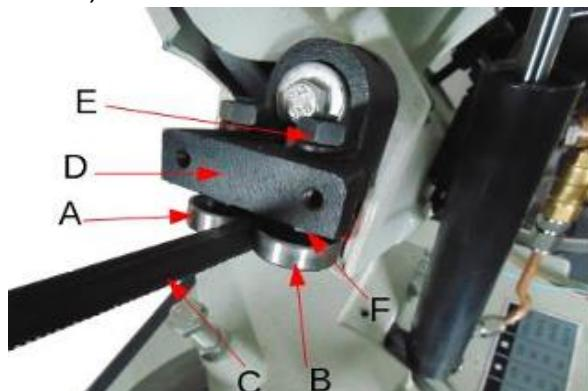

Рис. 10
2. Подшипники, направляющие полотно, (А и В на рис. 10) следует отрегулировать так, чтобы они почти касались боковых сторон полотна (С) после соответствующей регулировки его пути и опорных подшипников. Чтобы выполнить регулировку, следует выполнить инструкции ниже.
3. Снимите крышку, прикрепленную к передней стороне кронштейна правой направляющей (D на рис. 10).
4. Внутренний направляющий подшипник (А на рис. 10), закреплён на неподвижном валу и не регулируется. Внешний направляющий подшипник (В) находится на эксцентричном валу и должен быть отрегулирован так, чтобы боковые стороны полотна (С) почти касались направляющих подшипников (А) и (В). Для регулировки следует открутить гайку (Е) и повернуть регулировочную гайку (F) таким образом, чтобы настройка была подходящей. Затем затянуть гайку Е.